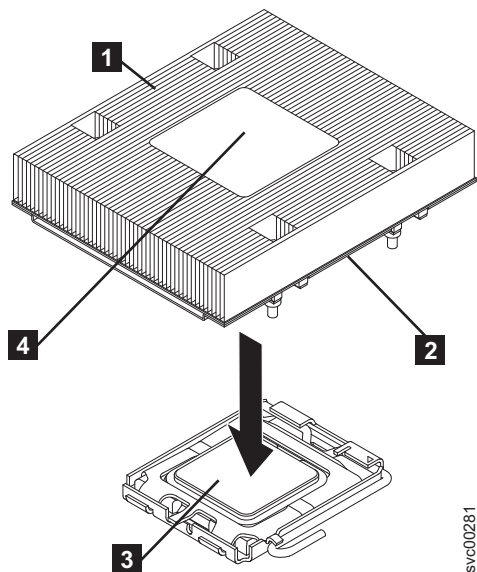

図 270. ヒートシンクの取り付け
7. 熱伝導グリース **2** 側を下にして、ヒートシンク **1** をマイクロプロセッサ **3** の上部に置きます (図 270 を参照)。拘束ねじを締めてヒートシンクをシステム・ボードに固定します。ヒートシンクの両側にある各ねじの間を、お互いがぴったり合うように締めながら、固く締まるまで交互に繰り返します。ここで注意すべきは、これらのねじのいずれも締めすぎないことです。